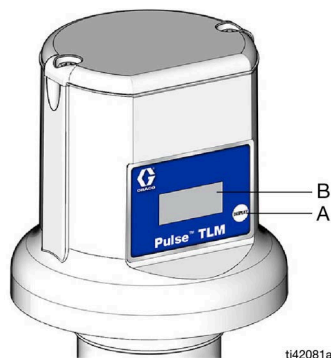

图 2
2. 按住“显示窗”按钮 (A)，直到显示窗 (B) 显示“注册”，然后释放按钮（图 2）。这最多可能需要 20 秒钟。